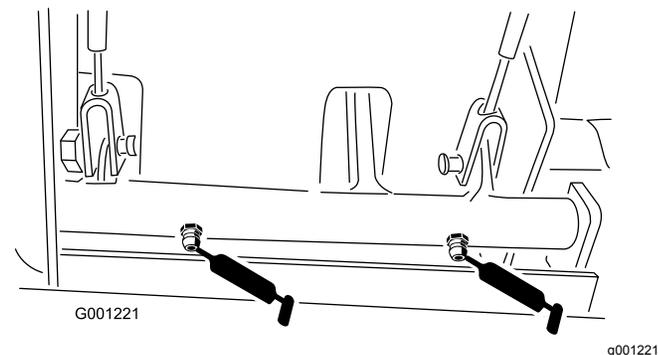

図 38
- ブレーキのピボットブッシュ 図 38
- ブレーキケーブルホイール側とペダル側の端部 (図 38)